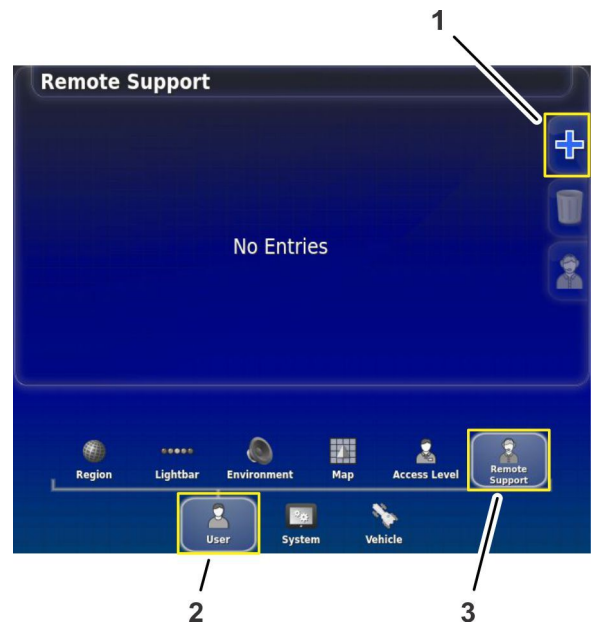

图 212
2. 在设置屏幕上按用户图标然后按远程支持图标图 212。
3. 如果远程支持窗口没有服务台项目出现按添加服务台图标图 212。